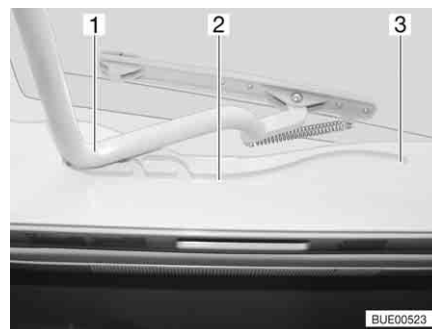

Fig. 112 Oblò Heki, guida
- Tirare la staffa (Fig. 112,1) nelle guide (Fig. 112,2) fino alla posizione più all'indietro (Fig. 112,3).
- Spingere la staffa (Fig. 112,1) leggermente verso l'alto con ambedue le mani.
- Tirare la staffa nelle guide (Fig. 112,2) fino alla posizione desiderata.